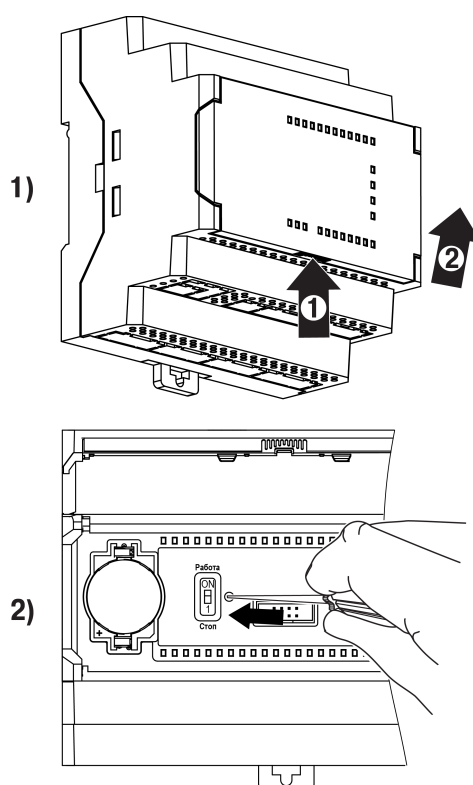

Рисунок 4.39 – Восстановление заводских настроек
2. Подцепив за рифленую зону (см. рисунок 4.39, 1), открыть крышку на лицевой панели прибора (стрелка 2).
3. С помощью тонкого инструмента нажать и удерживать сервисную кнопку не менее 12 секунд (см. рисунок 4.39, 2).